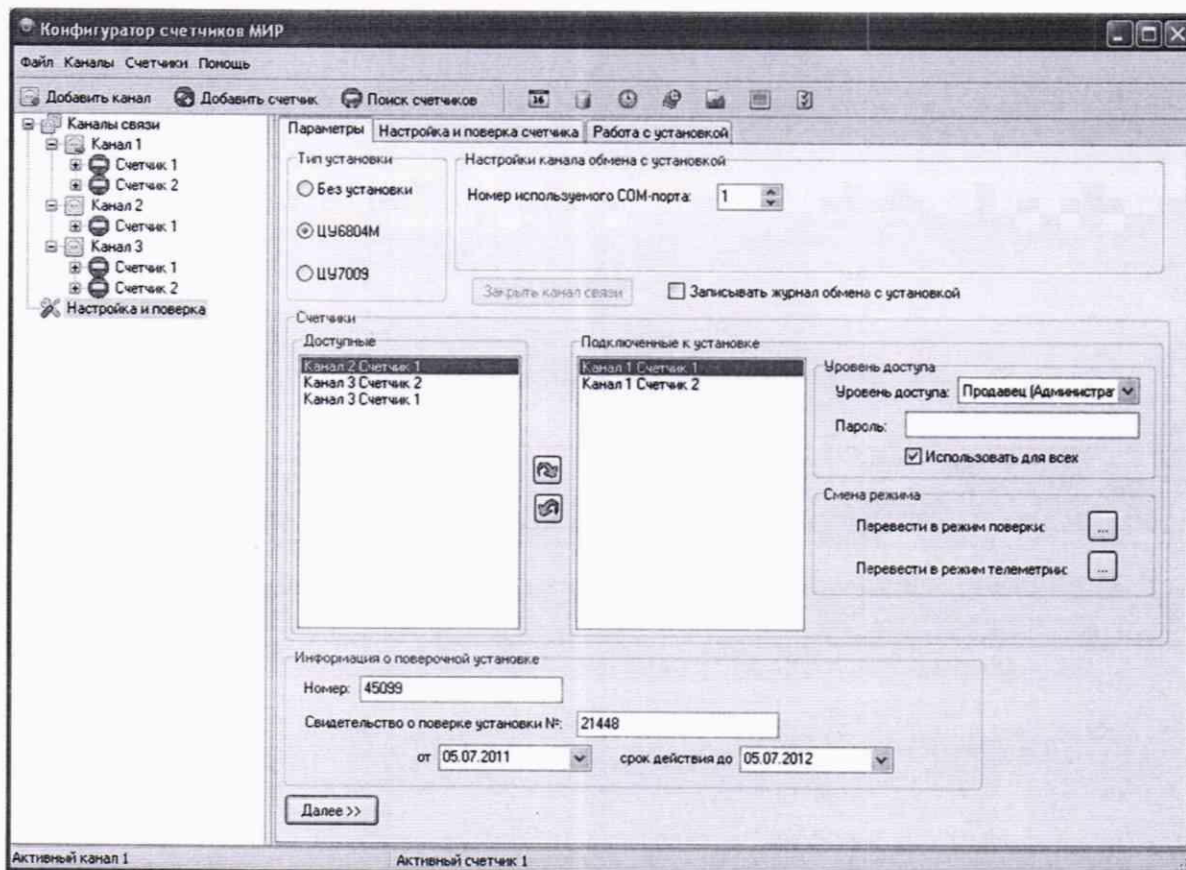

Рисунок 2.1
2.4.10.6 Указать, какие счетчики установлены в установочные места пульта (рисунок 2.1). Для этого на вкладке *Параметры* в поле *Счетчики* из списка *Доступные* перенести строки с описанием подключенного счетчика в список *Подключенные к установке* с помощью кнопки .
2.4.10.26 Выделить в дереве объектов программы КОНФИГУРАТОР объект *Настройка и поверка*, установить на вкладке *Параметры* поля *Тип установки* семафор в положение *ЦУ6804М* (рисунок 2.1).